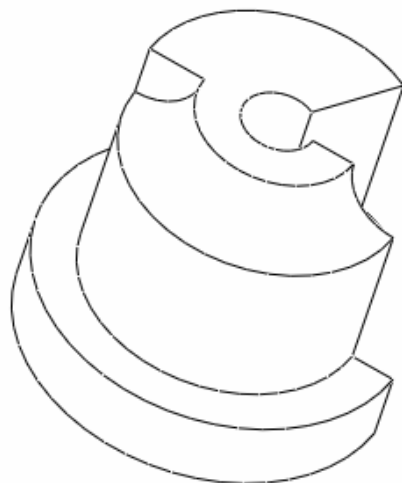

图 2-7
- (4) 单击草绘命令工具栏中的  按钮，回到旋转特征操控板。
- (5) 单击旋转特征操控板中的移除材料按钮。
- (6) 单击【选项】按钮，在弹出的【选项】面板中选择“变量”选项，并输入旋转角度“180”。
- (7) 单击预览按钮，结果如图 2-7 所示。